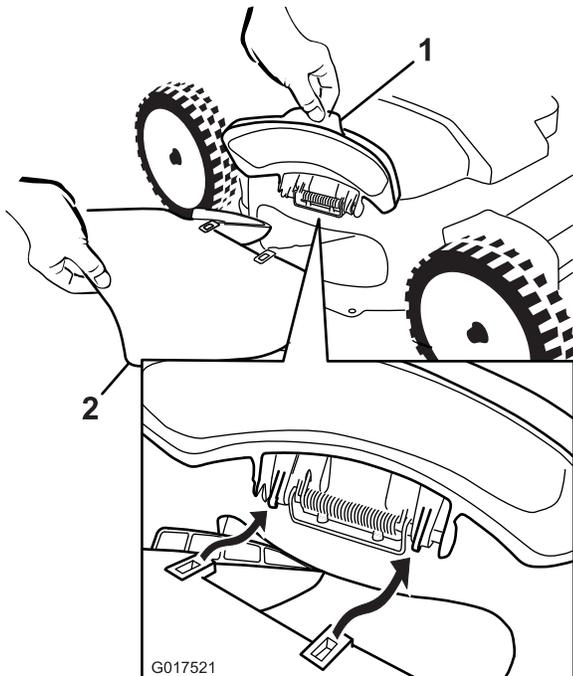
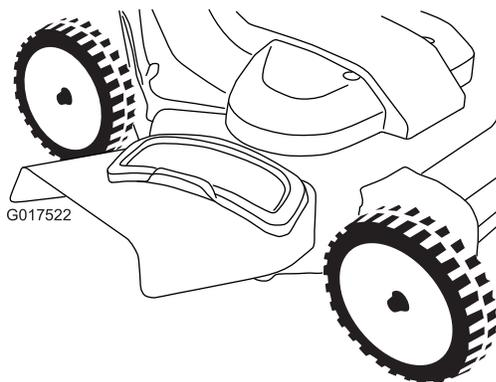

Figura 27
Figura 28
1. Levante el deflector de descarga lateral (Figura 27).
2. Instale el conducto de descarga lateral según se muestra en Figura 27 y Figura 28, y cierre el deflector sobre el conducto.